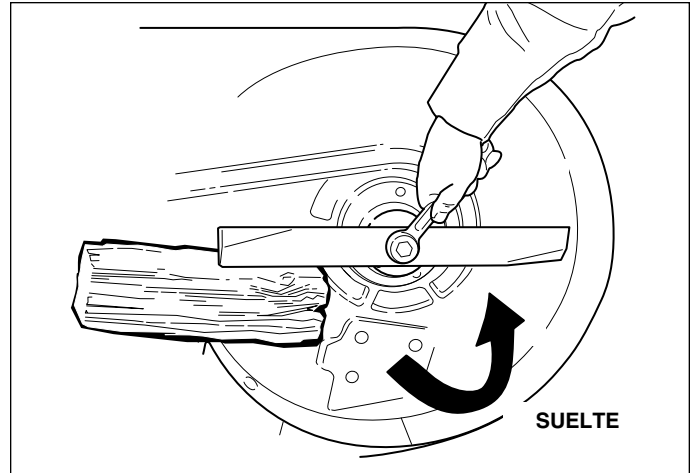

Figura 19. Retiro de la cuchilla
3. Para retirar la cuchilla para afilarla, utilice un bloque de madera para sostener la cuchilla mientras retira el tornillo de cabeza de montaje de ésta (Figura 19).